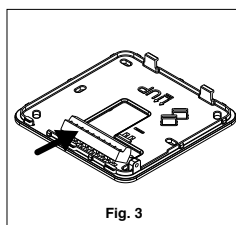

Fig. 3
- Verwijder de controleconnectoren door druk uit te oefenen zoals in fig. 3. Met de controleconnectors nog niet op hun plaats van elektrische verbindingen voorbereiden tussen deze en het paneel van de elektrische controledoos van de ventilatorconvector zoals getoond in het bedragsdiagram in fig. 10.